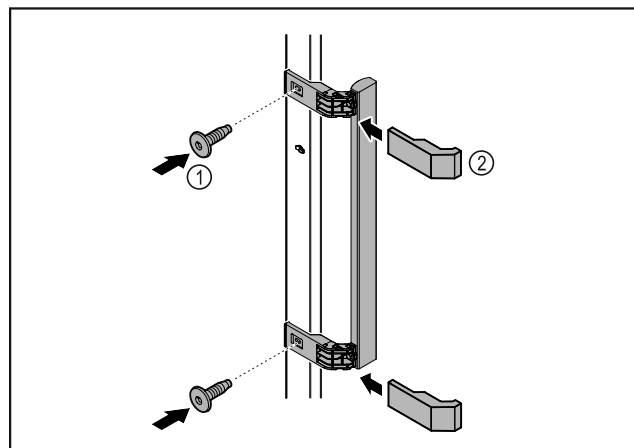

Fig. 44
- Griff aus dem Beipack mit den beiliegenden Schrauben Fig. 44 (1) an der Tür anbringen.
- Abdeckung Fig. 44 (2) aufsetzen.